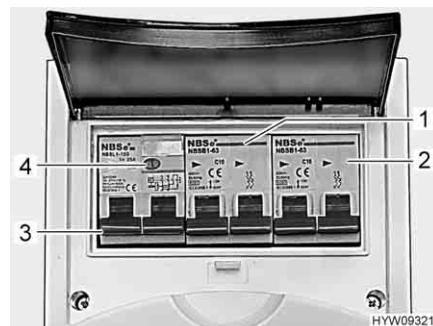

Fig. 87 Interruttore di sicurezza e interruttore automatico FI (scatola dei fusibili a 230 V)
Un interruttore di sicurezza per correnti di guasto (interruttore automatico FI) (Fig. 87,3) nella scatola dei fusibili protegge l'intero veicolo da correnti di guasto (30 mA).
L'interruttore di sicurezza collegato in serie (10 A) (Fig. 87,1) protegge le prese da 230 V, l'apparecchio per l'alimentazione elettrica, l'apparecchio per l'alimentazione elettrica supplementare e il frigorifero.
Per veicoli con accessori opzionali, p. es. l'impianto di climatizzazione, un ulteriore interruttore di sicurezza (16 A) (Fig. 87,2) protegge l'apparecchio.
- Se il veicolo è collegato all'alimentazione a 230 V, premere il tasto di controllo (Fig. 87,4). L'interruttore di sicurezza per correnti di guasto (FI) deve scattare.